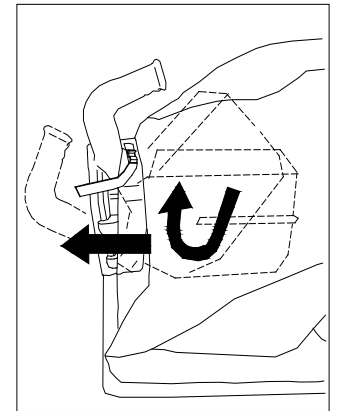

Fig. 2
3. **VECKLA UT** skräppåsen (artikel 21) och fäst påsens hals i snabbkopplingen (artikel 12). Fäst den säkert i husets utlopp (artikel 1) se Fig. 2 och 3.